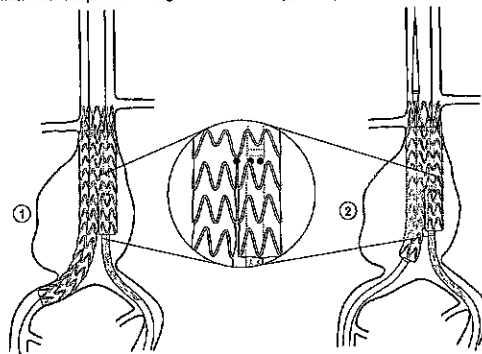

Figura 11. Inserimento del sistema di rilascio iliaco
4. Inserire l'endoprotesi a gamba nella gamba controlaterale dell'endoprotesi biforcata. Il marker radiopaco prossimale della gamba dovrà essere allineato al marker radiopaco presente sulla biforcazione dell'endoprotesi a configurazione biforcata (figura 11).